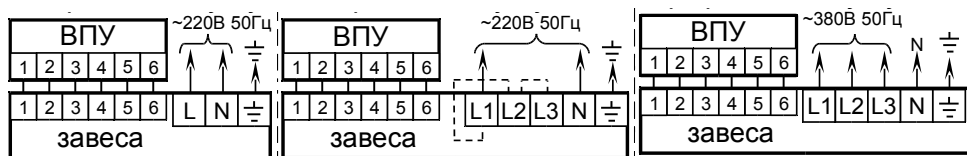

Рис. 3. Схемы подключения завес к электросети и пульту управления
4. Подключить сетевой кабель и кабель управления согласно маркировке на клеммных колодках (см. схему подключения завесы к электросети и пульту на рис. 3.) L1 желателно подключить к фазе с напряжением максимально близким к 220 В.